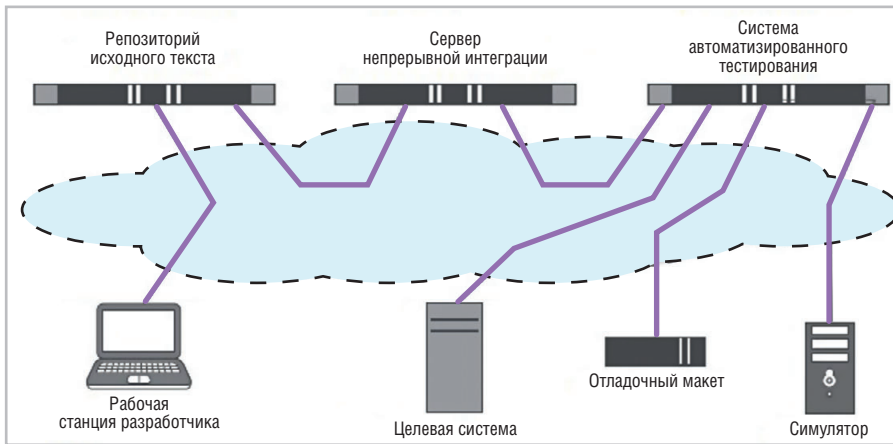

Рис. 4. Непрерывная интеграция
- **Используйте процесс непрерывной интеграции.** Поскольку в проектах по разработке встраиваемого ПО несколько групп зачастую работают параллельно над программными компонентами разного уровня, важно начать тестировать эти компоненты вместе как можно раньше и делать это как можно чаще. Вместо того чтобы откладывать интеграцию до конца цикла, необходимо проводить её непрерывно. Непрерывная интеграция (Continuous Integration — CI) является сопутствующей практикой TDD (рис. 4). Она подразумевает, что участники проекта регулярно интегрируют внесённые изменения и сохраняют их в системе управления версиями, после чего уже на интегрированном наборе модулей выполняется регрессивное тестирование. Обычно в Agile-командах серверы непрерывной интеграции настроены на автоматическую перекомпиляцию (rebuild) проекта по каждому факту внесения изменений (check-in), таким образом весь коллектив старается постоянно поддерживать систему работающей и поступательно развивающейся. Задержки интеграции влекут за собой увеличение числа проблем по мере того как подсистемы модифицируются и развиваются; регулярность позволяет избежать авральной интеграции в конце проекта, когда разработчики внезапно понимают, насколько они реально далеки от создания работающей системы. CI можно сперва реализо-